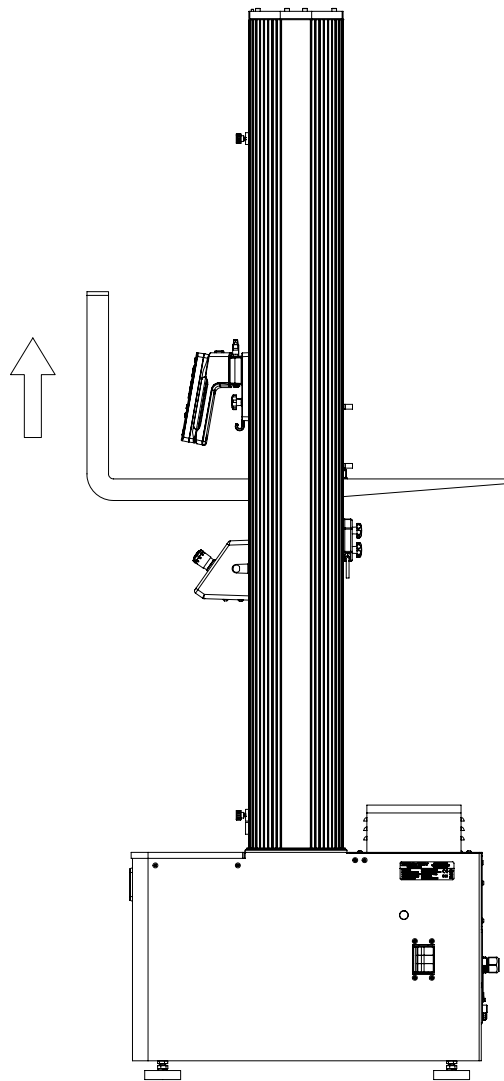

Abbildung 22. Anheben des Prüfrahmens an der Traverse
1. Polstern Sie die Gabel oder die Traverse, um die Traverse zu schützen, und fahren Sie die Gabeln vorsichtig zwischen den Säulen unter die Traverse. Siehe Abbildung 22 auf Seite 77.